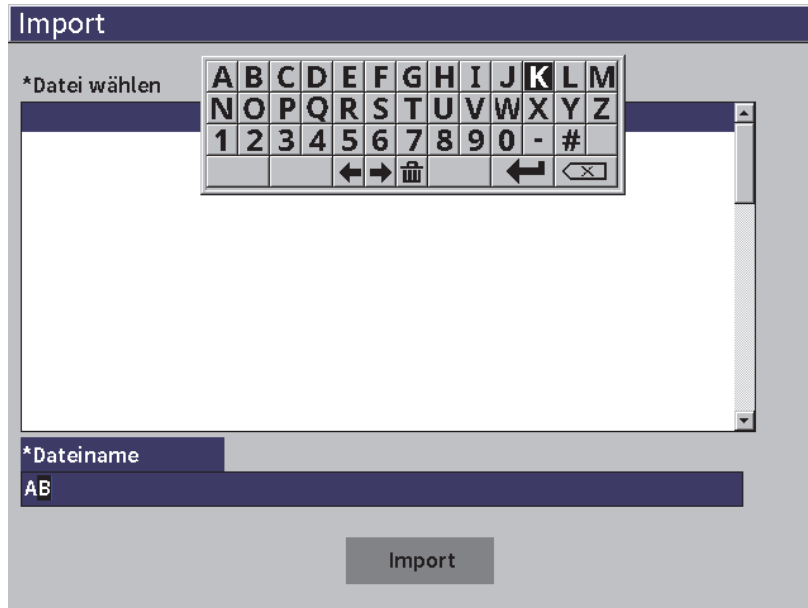

Abbildung 9-33 Konfigurationsfenster Import für Videodatei
- Um die ausgewählte Datei unter einem anderen Namen zu importieren, geben Sie einen neuen Dateinamen (bis zu 32 Zeichen) mittel virtueller Tastatur, Drehknopf und Enter ein (siehe Abbildung 9-33 auf Seite 167).